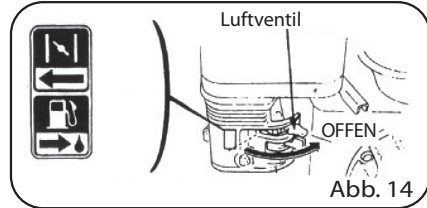

Abb. 14
9. Den Motor vorheizen und den Lufthebel auf "OFFEN" stellen (Abb. 14).